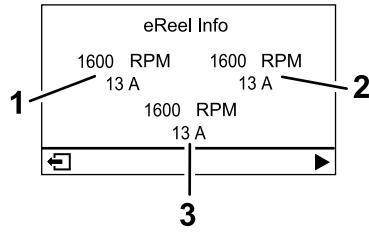

図 18
- **eリールモーター画面図 18** 各カッティングユニットモーターの回転数と電流を表示します